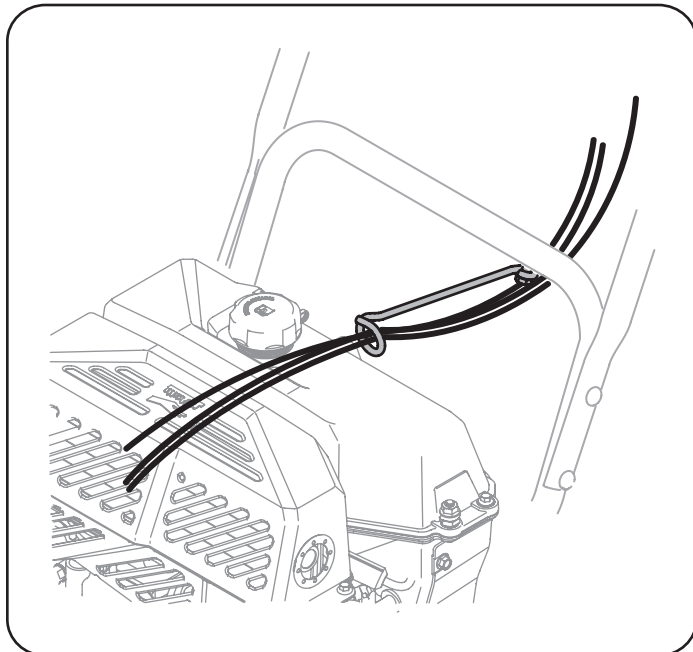

Figura 12
10. Controle que todos los cables estén adecuadamente dirigidos a través de la guía de cables en el motor. Vea la Figura 12.
En el panel de instrumentos de plástico hay orificios para el almacenamiento conveniente del pasador de cuchilla. Vea la figura 12. Consulte la sección de servicio y mantenimiento para más información en cuanto al reemplazo del pasador de cuchilla.